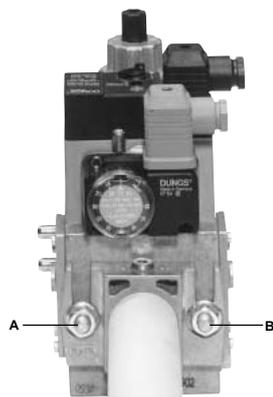
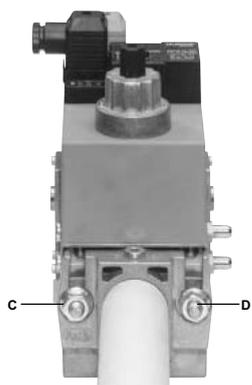
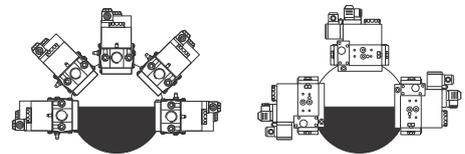

Fig. 23
Fig. 24
Fig. 26
3. stringere le viti A, B, C e D (Fig. 23 - Fig. 24), rispettando le posizioni di montaggio (Fig. 26);
1. Allentare le viti A e B **non** svitare (Fig. 23 e Fig. 24).
2. Svitare le viti C e D (Fig. 23 e Fig. 24).